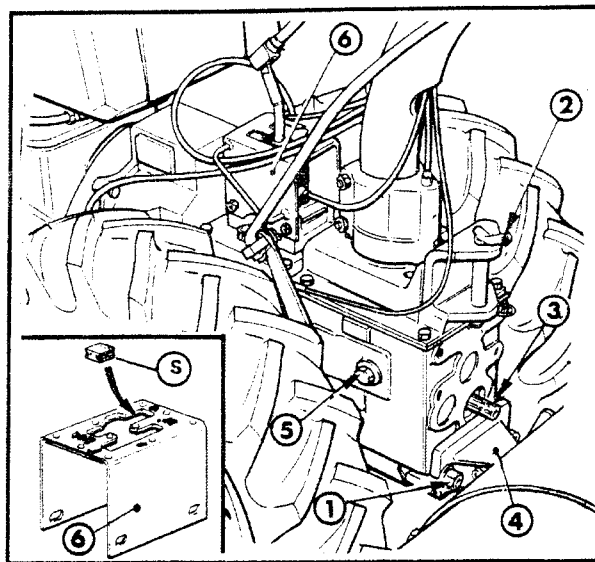

Fig. 7 — Gancio di traino e prese di potenza
1. La presa di potenza è provvista di tiranti a « T » (1, fig. 7) che consentono il collegamento rapido di qualunque attrezzatura.
2. Gli attrezzi trainati, compresi quelli pesanti, quali rimorchi, carri botte, ecc., possono essere collegati al gancio di traino (2).
La presa di potenza superiore (3 fig. 7) è sincronizzata con il cambio ed è sempre in rotazione quando le ruote del motocoltivatore sono in movimento. Essa serve per l'applicazione di rimorchi a ruote motrici. Lo scanalato di questa presa di potenza è protetto da un cappellotto di plastica infilato a pressione.
La presa di forza inferiore (4 fig. 7) è indipendente dal cambio e serve per comandare i diversi attrezzi che si possono applicare al motocoltivatore.
### **2** INSERIMENTO DISPOSITIVO PER L'INVERSIONE DI MARCIA SULLE VELOCITÀ (vedere la fig. 7).